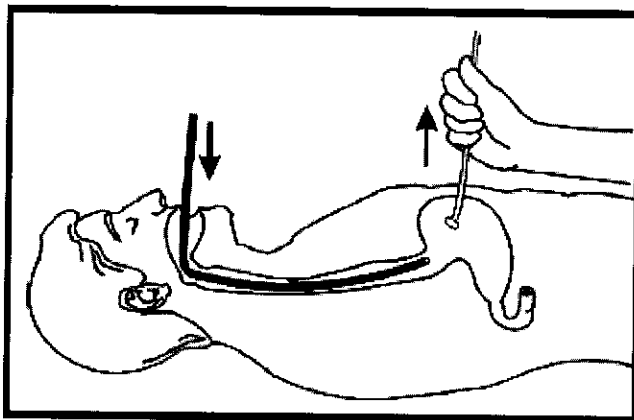

Figura 7
- Tire de la sonda para GEP hasta que el soporte interno se asiente a la perfección en la mucosa gástrica. Confirme la colocación mediante el endoscopio. Evite una tensión excesiva (figura 7).